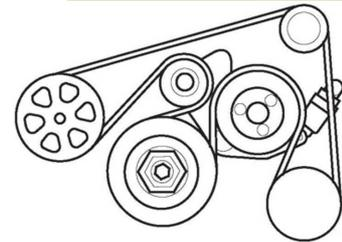

Figure 6
3. Release the belt tension by rotating the tensioner arm in the **counter-clockwise** direction with a **serpentine belt tensioner release tool with the 19 mm adapter** or a 19 mm wrench (Figure 1). Remove serpentine belt and discard. This kit comes with a new length belt and updated belt routing (see figure 6).
10. Route belt around each pulley except alternator (as per new routing in figure 6). Rotate tensioner arm slowly **counter-clockwise** with tool and hold. Slip belt over alternator pulley, slowly release tensioner.
3. Relâcher la tension de la courroie en pivotant le bras du tendeur en **sens antihoraire** en utilisant un outil de démontage de tendeur de courroie multifonction avec l'adaptateur de 19 mm ou une clé 19 mm (figure 1). Enlever et jeter la courroie multifonction. Ce nécessaire arrive avec une courroie comportant la nouvelle longueur et un schéma du nouveau cheminement de la courroie (voir figure 6).
10. Acheminer la courroie autour de chaque poulie sauf l'alternateur (selon le nouveau cheminement montré en figure 6). Tourner lentement le bras du tendeur en **sens antihoraire** avec l'outil et tenir en place. Glisser la courroie par-dessus la poulie de l'alternateur, relâcher lentement le tendeur.